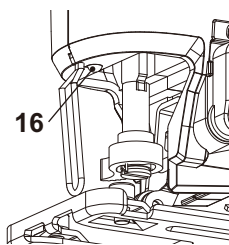

Fig. 8
A luz de trabalho (16) acende-se automaticamente premindo o interruptor de ligar/desligar (Fig 8).